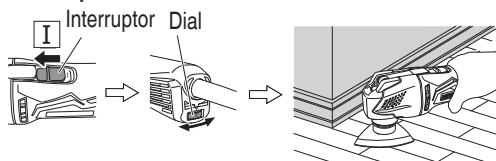

Fig. 7
1. Encienda la unidad y utilice el dial para ajustar la velocidad de la herramienta de aplicación. (Fig. 7)
2. Coloque con suavidad la herramienta de aplicación sobre el material y mueva la herramienta de aplicación hacia atrás y hacia delante a un ritmo en el que el movimiento no sea ralentizado. (Fig. 7)